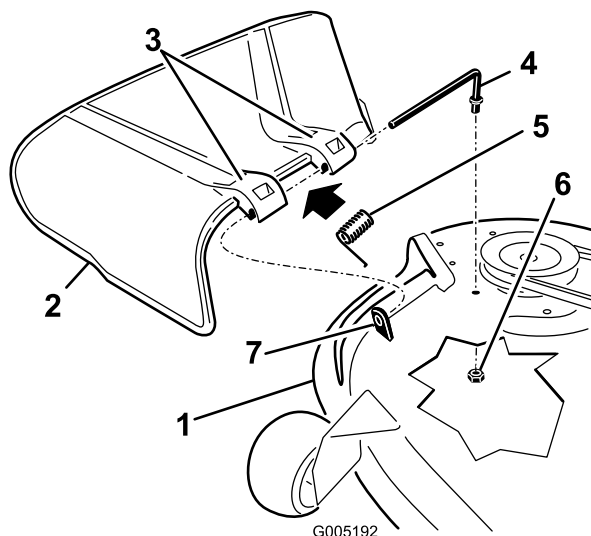

Figura 76
1. Retire la tuerca ($\frac{3}{8}$ ") de la varilla debajo del cortacésped (Figura 76).
2. Retire la varilla del espaciador corto, del muelle y del deflector de hierba (Figura 76).
4. Vuelva a colocar el deflector de hierba (Figura 76).
7. Deslice la varilla por el segundo soporte del deflector de hierba (Figura 76).
9. Sujete el extremo trasero de la varilla en el cortacésped con una tuerca ($\frac{3}{8}$ "), como se muestra en la Figura 76.